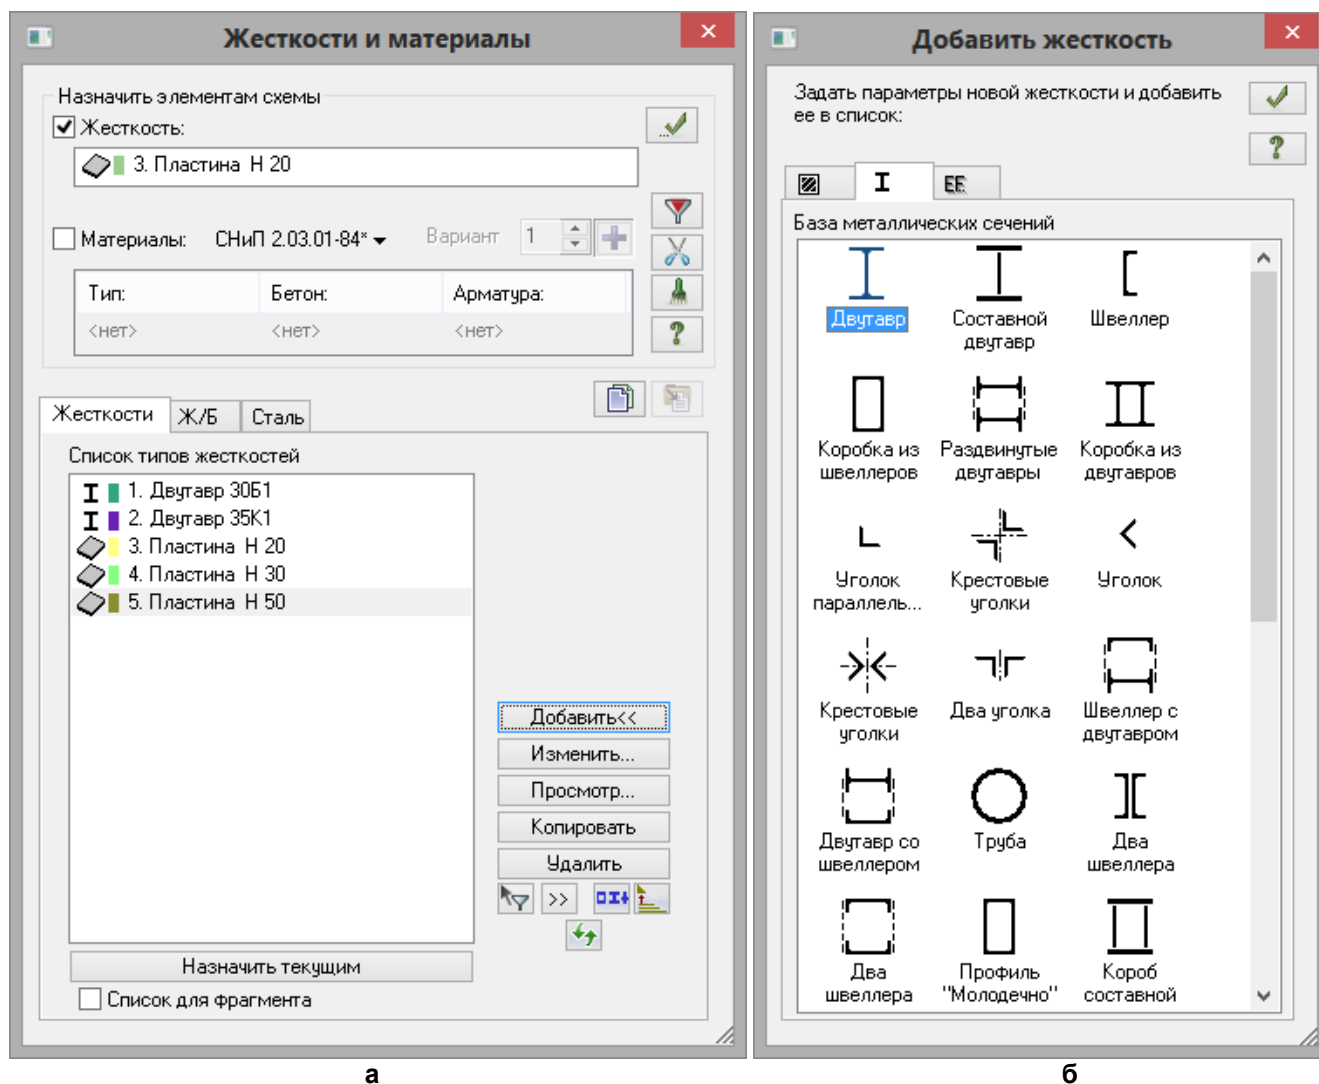

Рис.4.9. Диалоговые окна: а – Жесткости и материалы, б – Добавить жесткость
Щелчок по кнопке **Назначить текущим** или двойной щелчок по строке **Списка вариантов конструирования схемы** делает выбранный вариант активным в графической среде. Выбор материалов для варианта конструирования происходит в диалоговом окне **Жесткости и материалы** (рис.4.9,а).
- Щелчком по кнопке  – **Жесткости и материалы** (панель **Жесткости и связи** на вкладке **Создание и редактирование**) вызовите диалоговое окно **Жесткости и материалы** (рис.4.9,а).
- В этом окне щелкните по кнопке **Добавить** и в появившемся окне **Добавить жесткость** (библиотеке жесткостных характеристик) щелкните по второй закладке **База металлических сечений** (рис.4.9,б).
При использовании нескольких вариантов конструирования переключение на другой вариант конструирования производится в диалоговом окне **Жесткости и материалы** (рис. 4.9,а) с помощью счетчика **Номер текущего варианта конструирования схемы** (при установленном флажке **Материалы**.)